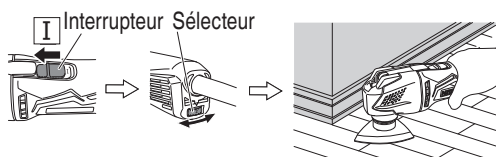

Fig. 7
1. Mettre l'outil sous tension et utiliser le sélecteur pour régler la vitesse de l'outil d'application. (Fig. 7)
2. Placer délicatement l'outil d'application sur le matériau et déplacer l'outil d'application d'avant en arrière à un rythme où le mouvement n'est pas ralenti. (Fig. 7)